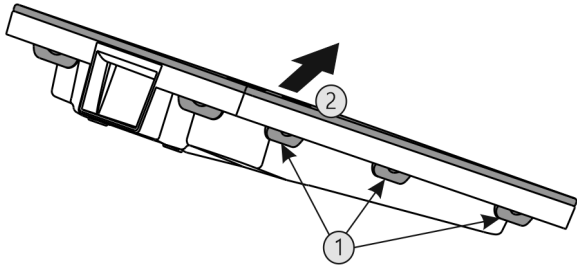

Fig. 52
- ▶ Всі накладки Fig. 52 (1) натиснути послідовно і вийняти кришку Fig. 52 (2).